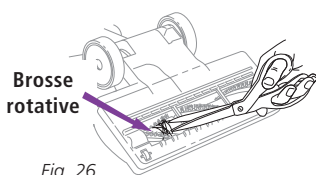

Fig. 26
- 3 Retournez la brosse turbo à l'envers pour inspecter la brosse rotative et, avec des ciseaux, coupez toute accumulation de poils ou de ficelle enroulée autour des soies de la brosse. **(Fig. 26)**